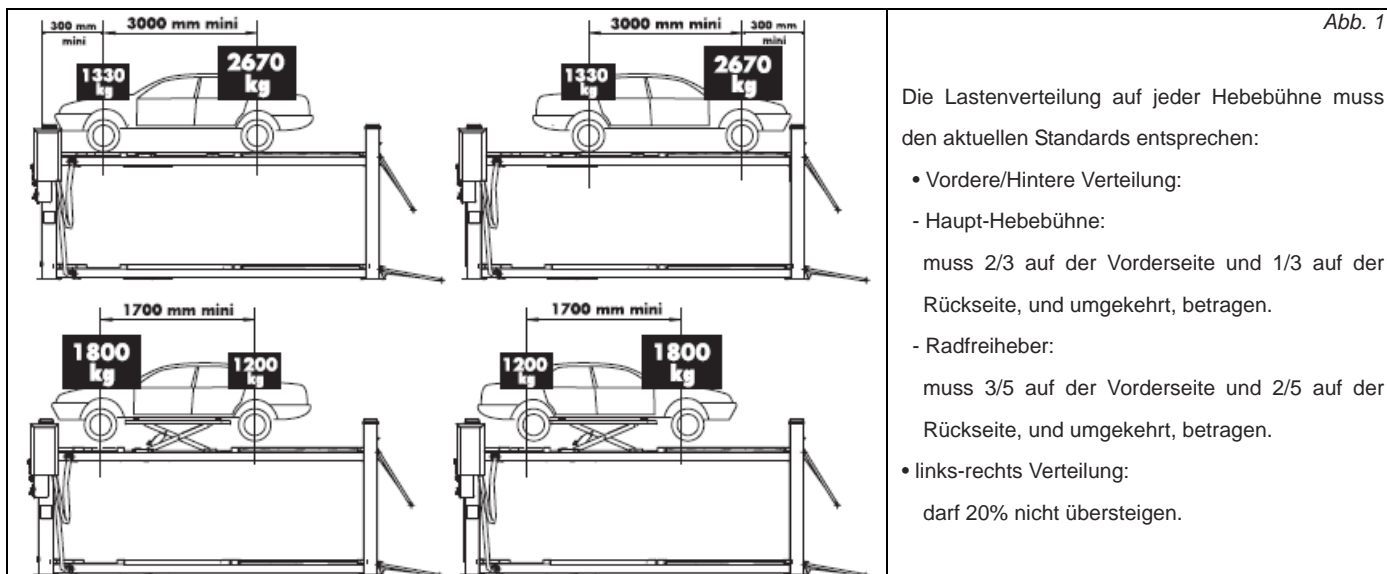

Abb. 1
- Abstand vom vorderen oder hinteren Stützpunkt von 300 mm mindestens von den Enden der Rollbahn (siehe Abb. 1 auf Seite 6).